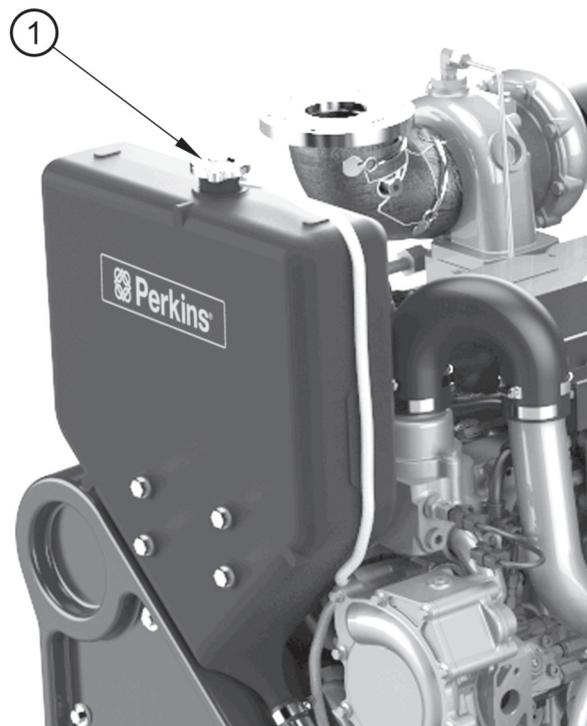

Figure 5
1. Enlevez le bouchon de remplissage (figure 5, repère 1) du vase d'expansion et versez lentement la quantité de liquide de refroidissement nécessaire jusqu'à ce que le niveau se trouve juste en dessous des tuyaux à l'intérieur du vase d'expansion.
1. Desserrez le bouchon de remplissage de liquide de refroidissement sur le vase d'expansion (figure 5, repère 1).